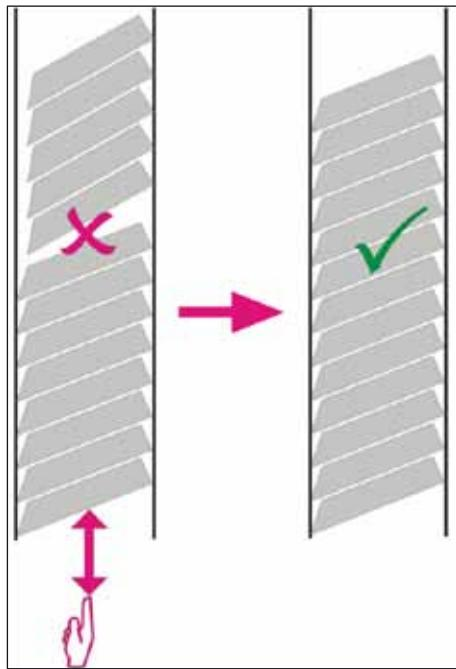

Рис. 29
✓ После этого кассеты должны лежать в магазине надлежащим образом (→ "Рис. 29").
- При использовании сложенных стопкой кассет следите за тем, чтобы каждая новая стопка была надлежащим образом выровнена с ранее загруженными кассетами (→ "Рис. 29").